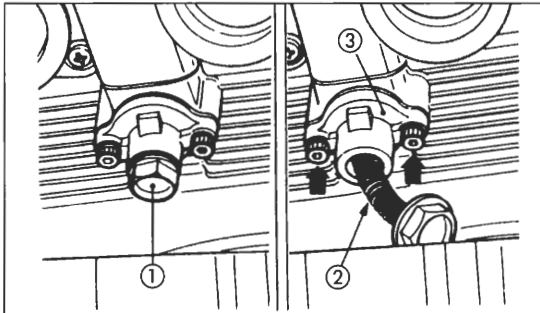

Bild 159
- Steuerkettenspanner ausbauen: Spannerschraube ① Bild 159 ausdrehen und zwei Befestigungsschrauben ausdrehen.